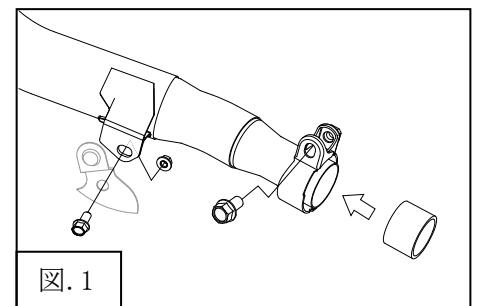

図.1
- ① テールパイプを車体へ仮組します。
- ・テールパイプのフロントパイプ差し込み口にマフラーパッキン(部品⑨)をしっかりと差し込みSTDのマフラーバンドを取り付けて下さい。(図.1参照)
- ・STD ボルトとM8 フランジナット(部品⑧)を使用しテールパイプを車体に仮組みします。